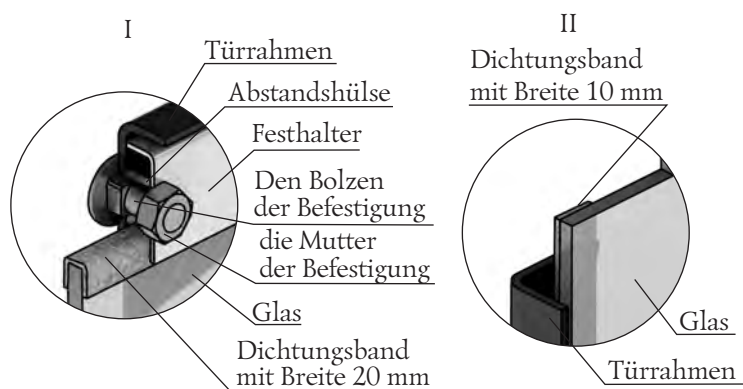

Bild 9. Befestigung des lichtdurchlässigen Schirms der Modelltür «Vitra»
1. 2 Muttern lösen, die den Festhalter fixieren (Bild 9.I), und ihn und Abstandshülse demontieren.
3. Nehmen Sie ein neues Glas, wenn es keine Dichtungsbänder hat, ist zu kleben: Band mit Breite 20 mm wird über und unter das Glas «Π»-förmig (Bild 9.I), Band mit Breite 10 mm wird senkrecht, Glasseitenwände entlang (Bild 9.II) geklebt.
4. Das Glas in die Stütze einstellen, dabei soll von den Seiten geklebte Band (senkrechte) zwischen dem Glas und den Türrahmen geklemmt sein (Bild 9.II).
*ACHTUNG! Muttern, die den Festhalter befestigen, werden an die Befestigungsschrauben durch Abstandshülse angezogen (Bild 9.I).*